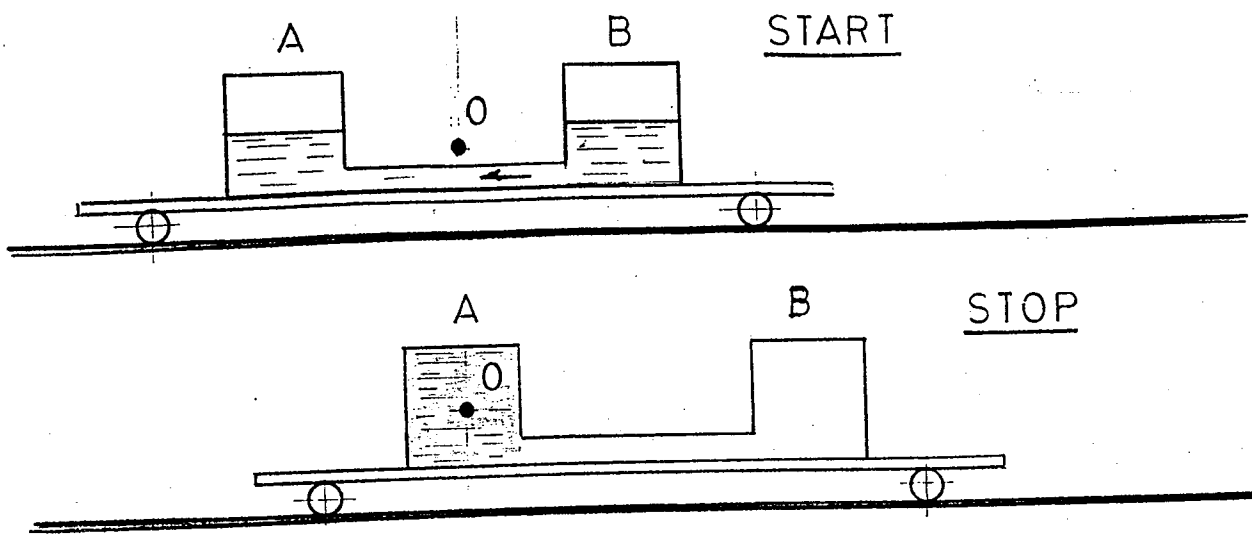

Fig. 1
1. На Fig. 1 представлена замкнутая система состоящая из двух сообщающихся баков А и В установленных на тележке С. Труба связывающая их имеет длину L и внутреннее сечение s . Каждый бак заполнен жидкостью наполовину, следовательно центр массы всей системы будет находиться в средней точке О. Теперь сообщим переток жидкости из бака В в бак А посредством на пример, создав избыточное давление в баке В. Тогда вся система, под действием внутреннего импульса равного $P = m u$, где: m - масса жидкости внутри трубы, а u - скорость жидкости в трубе, начнёт двигаться вправо, при этом центр системы будет оставаться на месте (перемещение его в верх проигнорируем), и остановится когда бак А заполнится а бак В опусташится, тогда центр массы системы окажется в центре бака А (весом тележки и весом самих баков пренебрегаем) смотри Fig. 1, STOP.